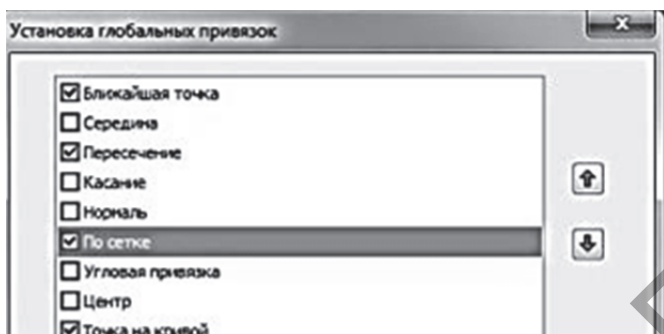

Рисунок 5.5
5. На панели «Глобальные привязки» установите флажок, включив соответствующую привязку (рис. 5.5).